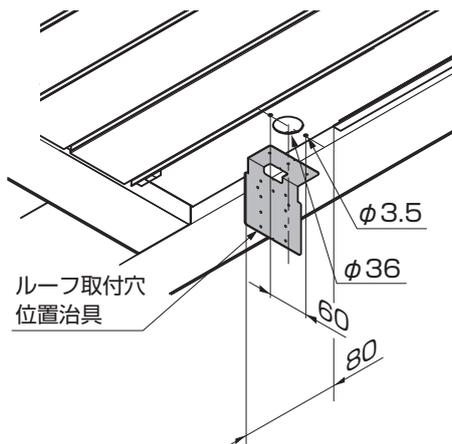

図12-79 A部詳細図
- ①ルーフ取付穴位置治具を樋にあて、ポンチ等でケガキφ3.5、φ36の穴を樋下部にあけてください。(図12-79参照)
- ②アタッチメントパッキン、雨樋アタッチメントを樋に【8-1】で取付けてください。
- ③縦樋の長さを調節して、ドレンエルボ、92°エルボを取付けてください。